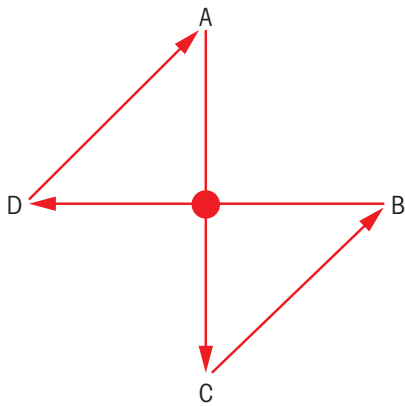

Abbildung 21 Einstellkreuz
Am schnellsten gelingt die Justierung des Laserstrahls, wenn zuerst eine Achse und dann die Gegenrichtung eingestellt wird. Das Einstellkreuz in Abbildung 21 auf Seite 50 verdeutlicht diesen Vorgang. Reflexionsmodus und Direktmodus arbeiten nach demselben Verfahren. Dabei ist darauf zu achten, die Schrauben in kleinen Schritten anzuziehen. Je größer die Länge des optischen Weges, desto geringer sollten die Anpassungen sein. Als Faustregel kann gelten, dass bei Längen des optischen Weges von bis zu 3 m die Schrauben jeweils eine Umdrehung gedreht werden. Bei 3 bis 4 m jeweils eine halbe Umdrehung und bei 4 bis 6 m jeweils eine Viertelumdrehung. Fahren Sie mit dieser Abfolge von Anzugsschritten fort, bis alle vier Sechskantschrauben (A, B, C und D) fest angezogen sind. Auf diese Weise verbleibt der Laserpunkt in der Mitte des Ziels, während die Schrauben nach und nach angezogen werden.
- 4 Verwenden Sie das Strahlpositionierungsmuster (siehe Abbildung 21 auf Seite 50) als Referenz und zielen Sie mit dem Laserpunkt per Hand auf die Mitte des Ziels. Halten Sie dazu den beweglichen Teil des Cross-Pipe-Flansches in der einen Hand. Dort, wo der Punkt sichtbar ist, wird sich nach Festziehen der Sechskantschrauben die endgültige Position befinden. Stecken Sie je einen der vier Inbusschlüssel in die vier Sechskantschraubenköpfe.
<p>4 Nehmen Sie das Strahlpositionierungsmuster als Referenz (siehe Abbildung 21 auf Seite 50) und verstellen Sie eine der Schrauben für die Justierung der vertikalen Achse um einige Umdrehungen (Schrauben A, C oben/unten).</p>